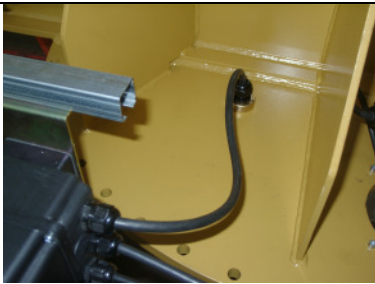

fig.42
1. Collegare al quadro elettrico di comando il cavo più corto del collettore rotante facendolo passare attraverso il foro (pressacavo) praticato sulla piastra girevole solidale con il braccio. (fig.42)